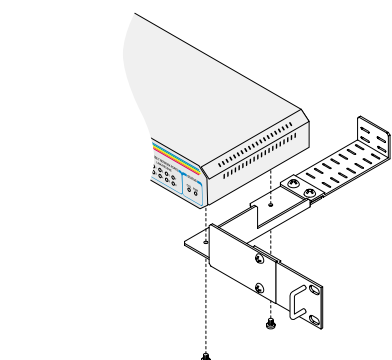

図3 ラックマウントブラケットの取り付け
4. 「19 インチ・ラックマウントキット(AT-RKMT-J08)」付属の M3x6mm ナベネジを用いて、図3のように本体にマウントブラケットを両側ともしっかりと固定します。